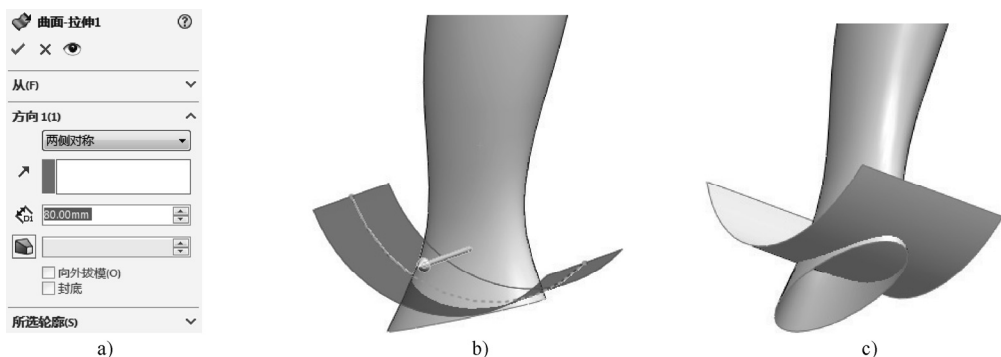

图 5-95 创建拉伸曲面
STEP 6 单击“拉伸曲面”按钮，打开“曲面-拉伸”属性管理器，选择“草图 9”作为拉伸的草绘截面，拉伸方式设为“两侧对称”，拉伸长度设置为“80mm”，创建一拉伸曲面，如图 5-95 所示。